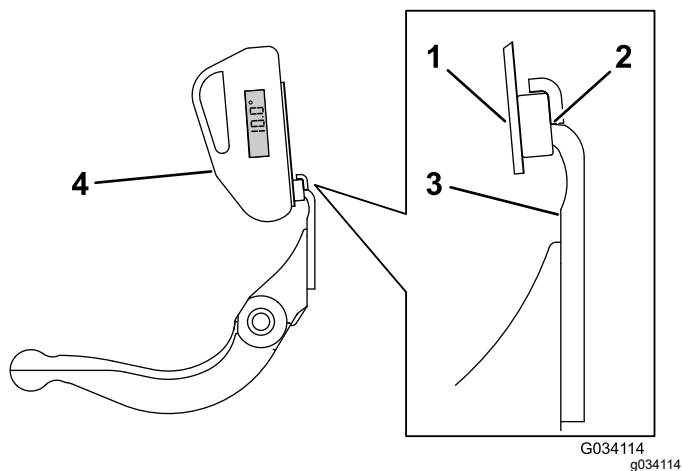

Figura 27
3. Coloque a montagem do indicador de ângulo na extremidade da lâmina de corte para que a extremidade do íman fique alinhada com a extremidade da lâmina de corte (Figura 27).
4. Coloque o indicador de ângulo na montagem, como se mostra na Figura 27.